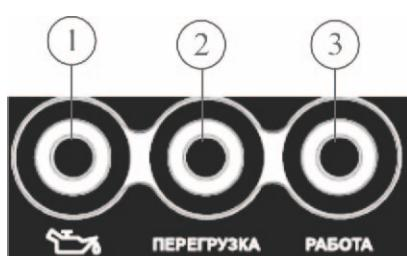

Рис.14
При нормальных условиях работы генератора горит индикатор нормальной работы (рис. 14).
1. Запустите двигатель и убедитесь, что зеленый индикатор нормальной работы загорелся (рис. 14).
Значительные перегрузки (индикатор перегрузки «2» постоянно горит) (рис. 14) могут повредить генератор.
1. Запустите двигатель и убедитесь, что индикатор нормальной работы загорелся (рис. 14).